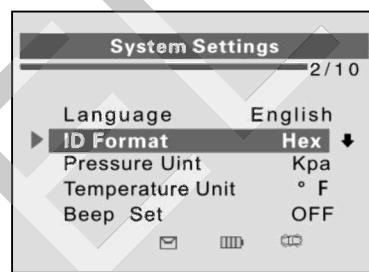

Рисунок 2-4
- 1) В окне **System Settings** [Параметры системы] с помощью **кнопок прокрутки вверх/вниз** выберите пункт **ID Format** [Формат идентификатора], а затем нажмите кнопку **Y**. См. рисунок 2-4.